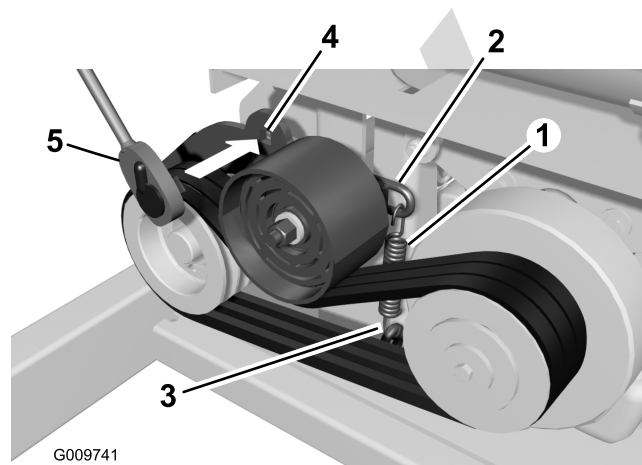
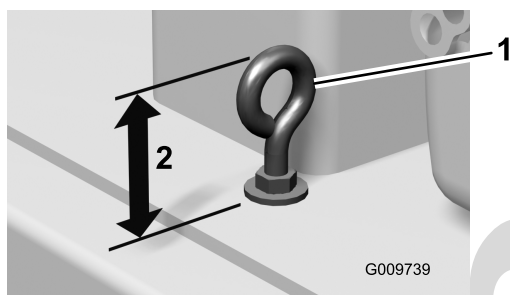

Рисунок 55
Рисунок 58
2. Проверьте состояние ремня (Рисунок 55).
- B. Вставьте торцевой ключ в квадратное отверстие маятникового рычага и поверните ключ вверх (Рисунок 55).
4. Чтобы увеличить натяжение пружины и, следовательно, натяжение ремня, укоротите высоту рым-болта, для чего отпускайте верхнюю гайку рым-болта и затягивайте нижнюю (Рисунок 55 & Рисунок 58).